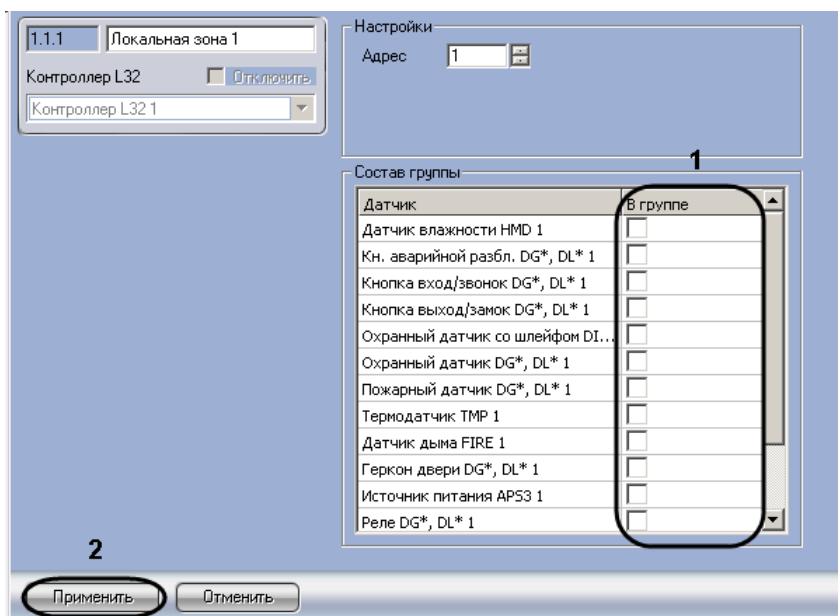

Рис. 3.3—22 Объединение устройств в зону
2. Установить флажки напротив устройств, входящих в зону, в столбце **В группе** (см. Рис. 3.3—22, 1).